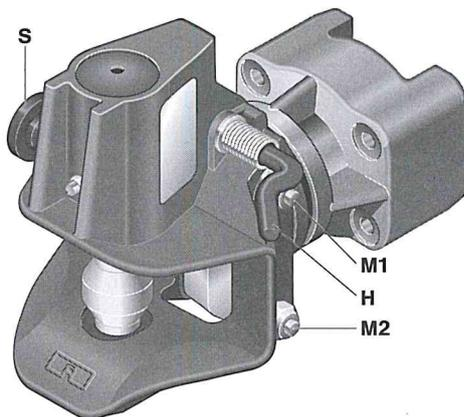

Abb. 1 Modelle RO\*240/RO\*253
Zur Einführung der Befestigungsschrauben bei **Modell RO\*240** und **Modell RO\*253**; nicht bei Ausführung 53: (s. Abb. 1)
- Sicherungsgriff (**S**) herausziehen und Handhebel (**H**) nach oben drücken (s. Abb. 1)